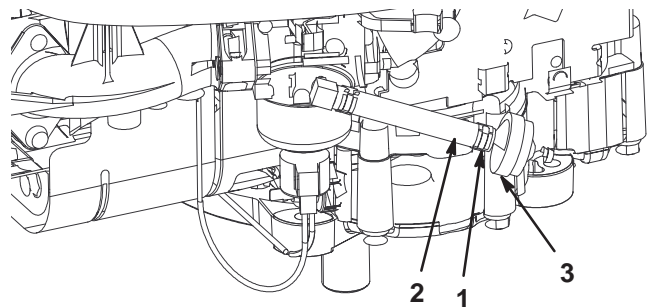

Bild 25
7. Drücken Sie die Enden der Schlauchklemme zusammen und schieben sie an der Kraftstoffleitung nach oben zum Kraftstofftank (Bild 25).
8. Ziehen Sie die Kraftstoffleitung vom Filter (Bild 25) herunter und lassen das Benzin in einen Benzinkanister oder eine Auffangschale ablaufen.
Tauschen Sie den Kraftstofffilter alle 100 Betriebsstunden oder mindestens einmal pro Jahr aus. Tauschen Sie den Kraftstofffilter am besten aus, wenn der Tank leer ist (Bild 25). Bringen Sie niemals einen schmutzigen Filter wieder an, nachdem Sie ihn von der Kraftstoffleitung entfernt haben.
6. Drücken Sie die Enden der Schlauchklemmen zusammen und schieben Sie sie vom Filter weg (Bild 25).